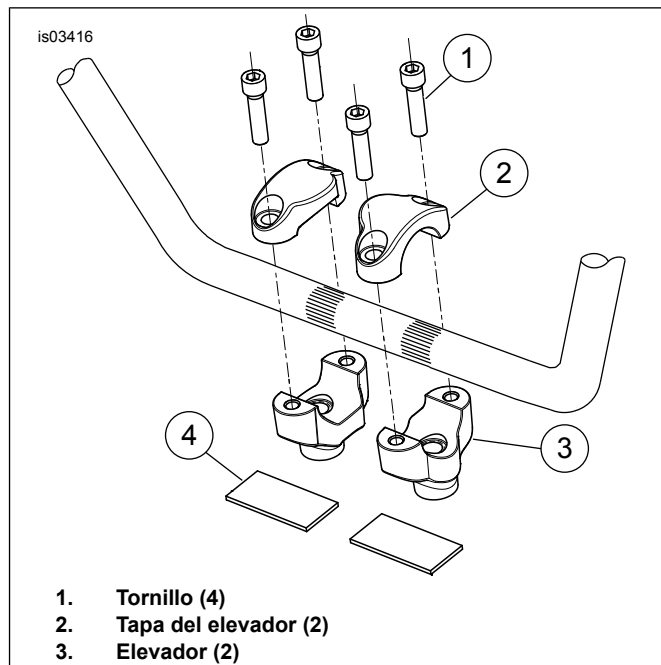

Figura 3. Orientación de los elevadores – FLSTF
- b. Vea Figura 3. Sin apretar, instale los elevadores nuevos (kit № 56789-05), orientados como se muestra, en el árbol triple superior usando los tornillos de fábrica, las arandelas de seguridad y las arandelas. Instale el cable de la conexión a tierra y la arandela de seguridad con dientes internos en el tornillo del elevador del lado derecho.
- d. Instale las dos tapas de los elevadores (2) en los elevadores sobre el manillar usando los cuatro tornillos (1) incluidos en el kit.